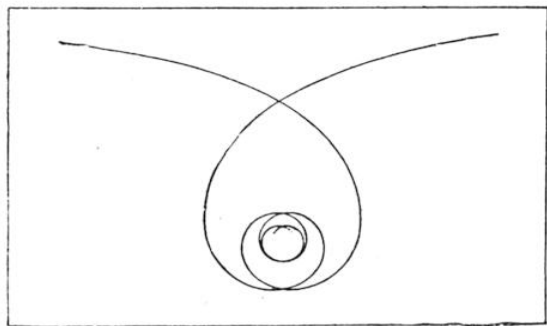
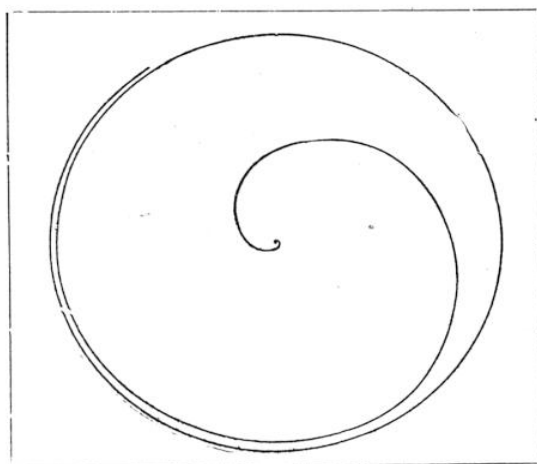

FIG. 6. — LA SPIRALE HYPERBOLIQUE
FIG. 7. — LA COURBE DU SPIRAL
Si nous prenons maintenant le système des coordonnées polaires (2), nous pourrions faire les mêmes remarques. On est tenté, étant donné les notations mêmes, de considérer comme courbes simples les spirales telles que la spirale hyperbolique (fig. 6) et l'on sait étudier sans difficulté une courbe telle que celle de la figure 7 qui a, tout au moins à vue d'œil, la forme d'un ressort de montre enroulé dans sa
(1) Coordonnées rectangulaires, où les abscisses et les ordonnées sont mesurées suivant deux directions à angle droit.
(2) Où la position d'un point dans le plan est rapportée à sa distance à un point appelé pôle et à l'angle que fait la droite qui le joint à ce pôle avec une direction fixe.